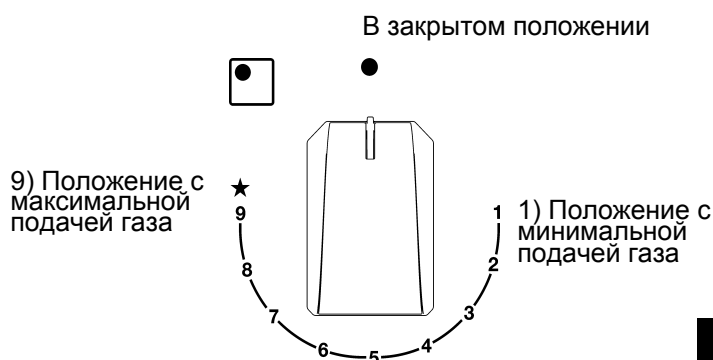

РИС. 17
Нажать и повернуть против часовой стрелки ручку переключателя, соответствующую используемой конфорке, установить ее в положение Максимум (большое пламя 9 - рис. 17)
Для розжига конфорок, оснащенных системой газ-контроль, следует повернуть против часовой стрелки ручку, соответствующую используемой конфорке, установить ее в положение Максимум (большое пламя рис. 17), пока она не сможет поворачиваться дальше, а затем нажать ручку и произвести розжиг, как описано выше. После возгорания пламени продолжайте удерживать ручку еще около 10 секунд.
- После закипания переведите ручку в положение Минимум (маленькое пламя 1 рис. 17).
- **Включение конфорки с предохранительной термопарой (системой газ-контроль) может осуществляться только тогда, когда ручка находится в положении Максимум (большое пламя – рис. 17).**